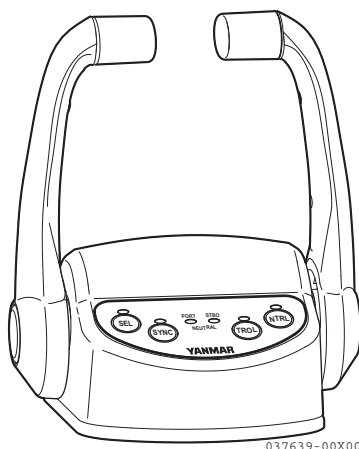

Abbildung 9
- Die Schaltfeldleuchte schaltet ein und am Steuerkopf (**Abbildung 9**) leuchtet die Lampe „SEL“ (**Abbildung 10**) stetig oder blinkend.
- Um den START/STOP-Schalter für den Motorbetrieb verwenden zu können, muss der Hauptschalter eingeschaltet (ON) sein.